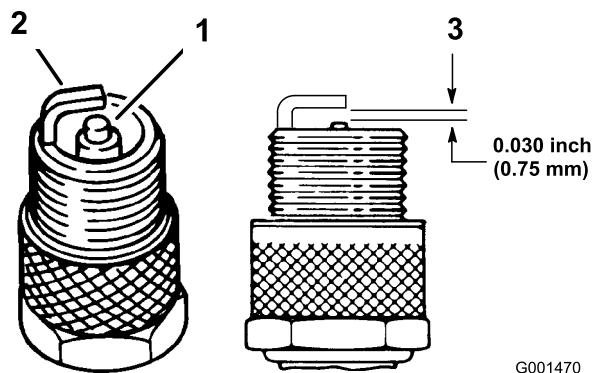

Figure 22
1. Examinez le centre des bougies (Figure 22). Si le bec de l'isolateur est recouvert d'un léger dépôt gris ou brun, le moteur fonctionne correctement. S'il est recouvert d'un dépôt noir, cela signifie généralement que le filtre à air est encrassé.
2. Contrôlez l'écartement entre l'électrode centrale et l'électrode latérale (Figure 22). Courbez l'électrode latérale (Figure 22) si l'écartement est incorrect.
3. Connectez les bougies (Figure 22).